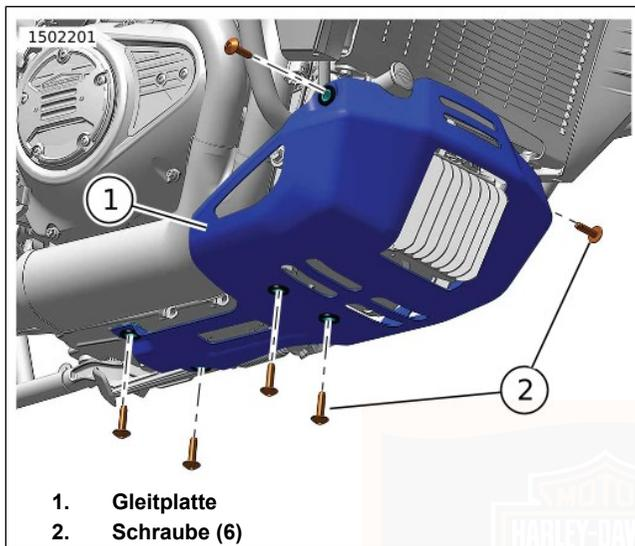

Abbildung 74. Einteilige Gleitplatte
1. Abbildung 74 Die Schrauben (2) entfernen.
2. Die Gleitplatte (1) abnehmen.
2. Abbildung 74 Die Gleitplatte positionieren.
3. Die Schrauben (2) anbringen. Festziehen.